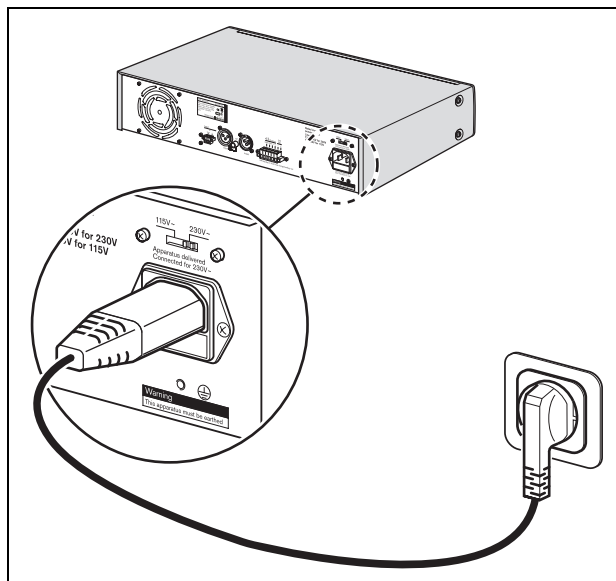

figura 5.1: Selector de tensión
- 1 Asegúrese de que el selector de tensión de red (115/230 V CA) esté correctamente ajustado a la tensión principal del país (véase figura 5.1).
- 2 Sitúe el botón power (1) de la parte frontal de la unidad en la posición de encendido (On) - pulsado.